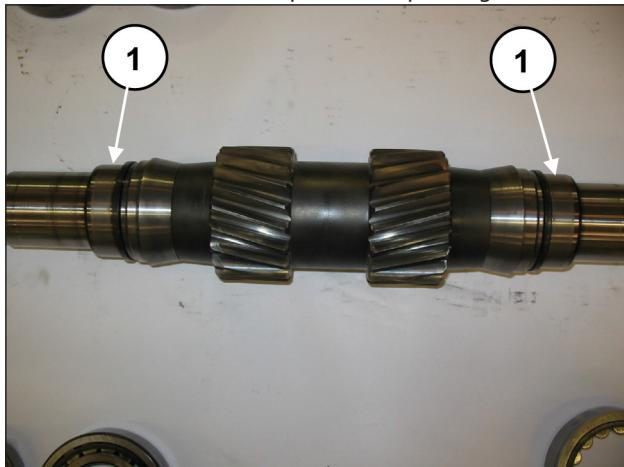

Fig. 52
insérer sur l'arbre de la prise de force les 2 bagues intérieures des roulements (une de chaque côté) (rep. ①, Fig. 52).